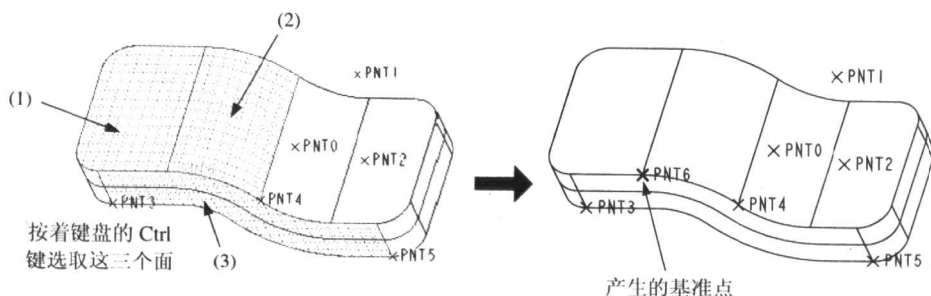

图 1.13
- [按着键盘的 Ctrl 键选取图 1.13 左侧所示的三个曲面]